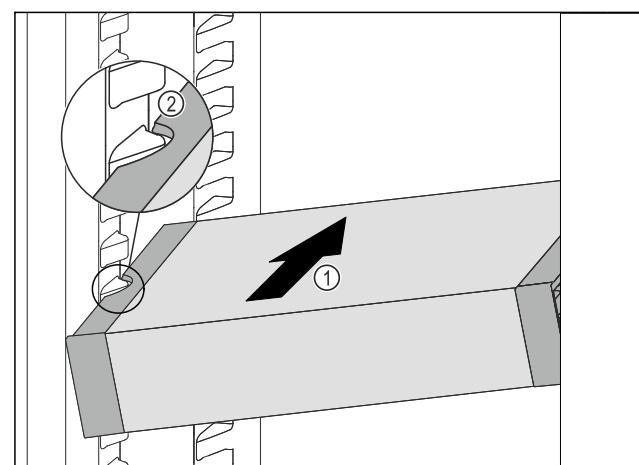

Fig. 112
- VarioSafe zasúvajte šikmo do chladničky Fig. 112 (1), kym sa bočné vybrania Fig. 112 (2) VarioSafe nebudú nachádzať vo výške rebra nádoby v chladničke.